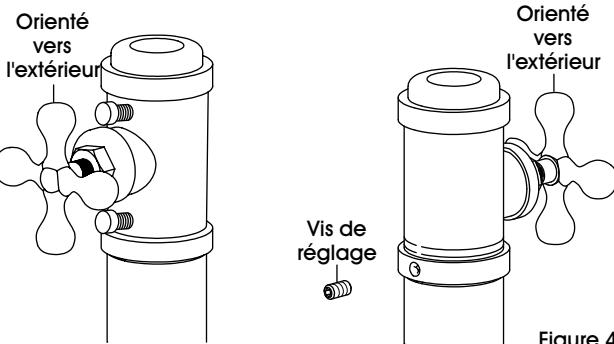

Figure 4
- Serrez les vis de réglage à l'aide de la clé Allen afin de verrouiller les raccords réglables en position. (Voir Figure 4)